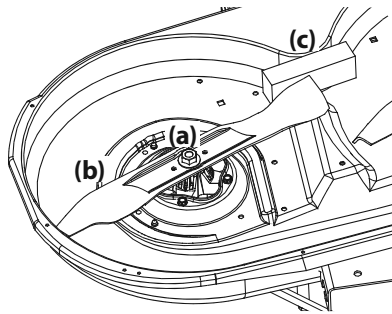

Figura 57
2. Use una llave de  $\frac{15}{16}$ " para sostener la tuerca hexagonal en la parte superior del conjunto del husillo cuando afloje la tuerca hexagonal (a) que fija la cuchilla (b). Se puede colocar un bloque de madera (c) entre el alojamiento de la plataforma y el borde de corte de la cuchilla (b) para ayudar a aflojar la tuerca hexagonal (a) que fija la cuchilla. Consulte la Figura 57.